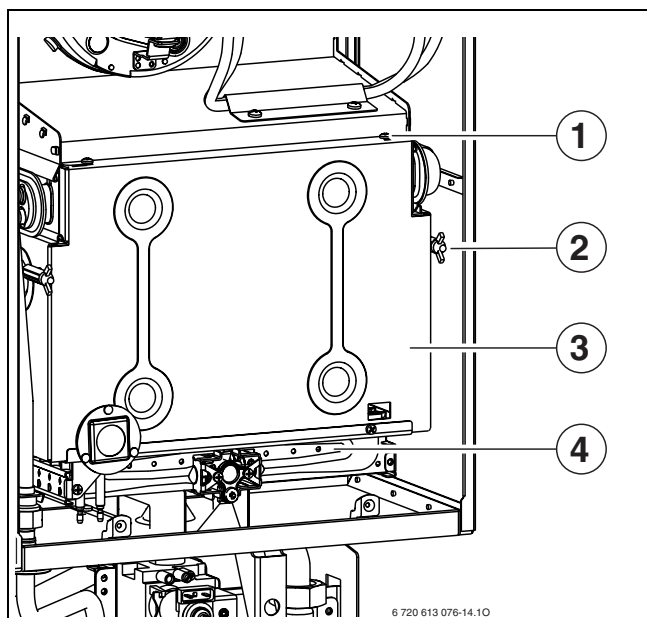

Fig. 53 Bruciatore e camera di combustione
- ▶ Rimuovere la parete anteriore della camera di combustione e il bruciatore (fig. 53).